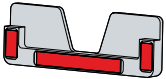

Abb. 19: Klebestreifen RFID-Karte
4. Drücken Sie den Halter mit den Klebestreifen (siehe Abb. 19) auf die Frontfolie.